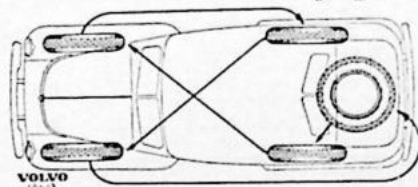

Fig. 36.
6. Verwissel de banden zoals is aangegeven in fig. 36.